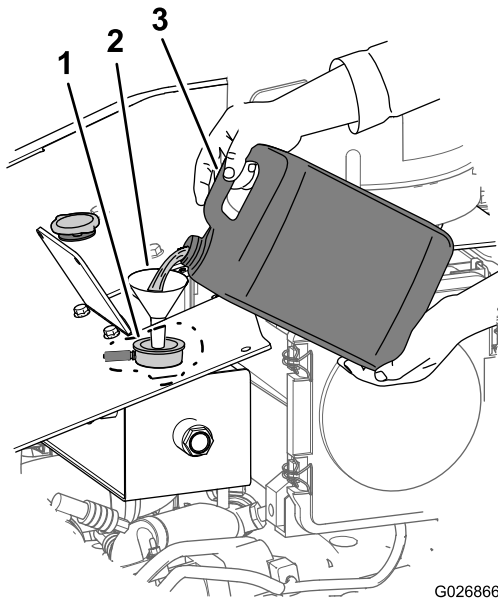

Figura 105
2. Rifornite l'impianto di raffreddamento con la miscela di refrigerante specificata (Figura 105) fino a portarne il livello a metà della spia di livello (Figura 98).